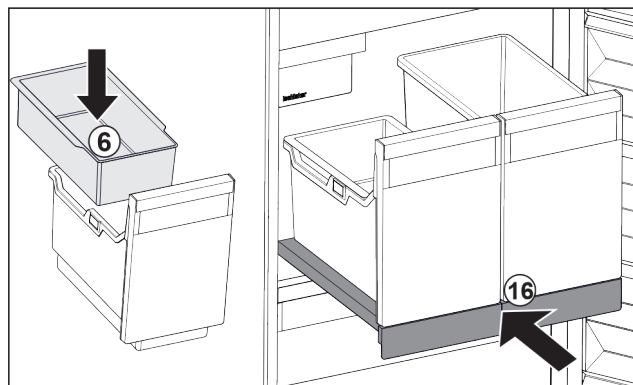

Fig. 111
- ▶ Inserire la vaschetta da agganciare Fig. 111 (6) per i cubetti di ghiaccio.
- ▶ Inserire il ripiano estraibile con il contenitore (IceTower). Fig. 111 (16)